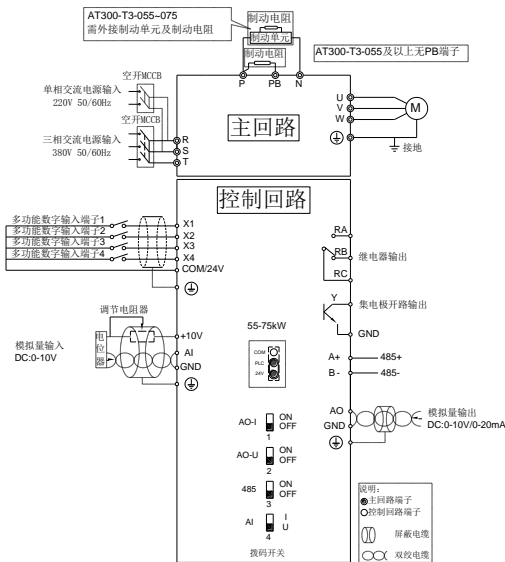

图 3-3 变频器 55-75kW 接线示意图
3) AT300 系列变频器 55-75kW 接线方式如图 3-3 所示